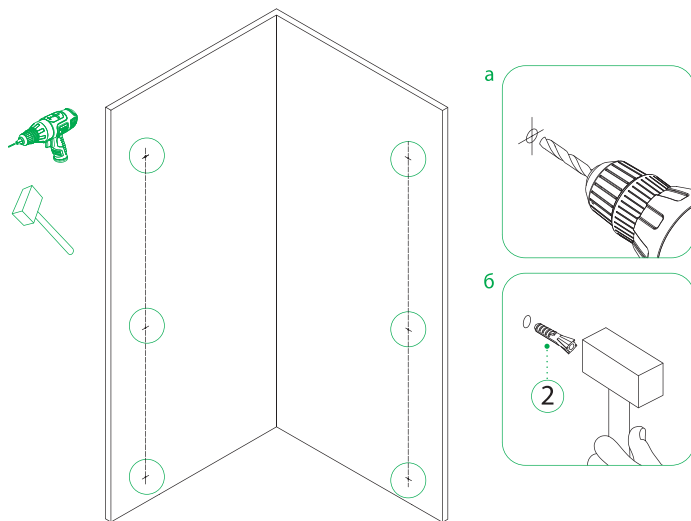
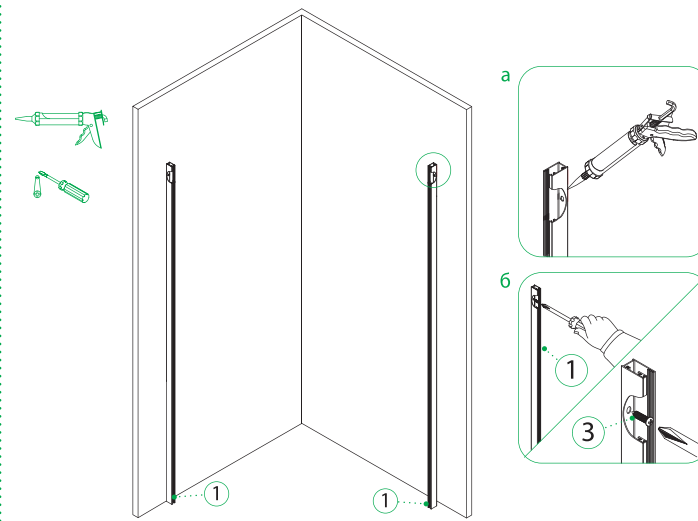

Рис. 6/б-сур.
Рис. 7/7-сур.
3. Просверлите отверстия (рис. 6-а) и вставьте дюбели (№2, рис. 6-б). Приложите пристенные профили (№1) предварительно обработанные санитарным силиконовым герметиком со стороны стены (для полной герметизации, рис. 7-а) и зафиксируйте их с помощью шурупов (№3, рис. 7-б).